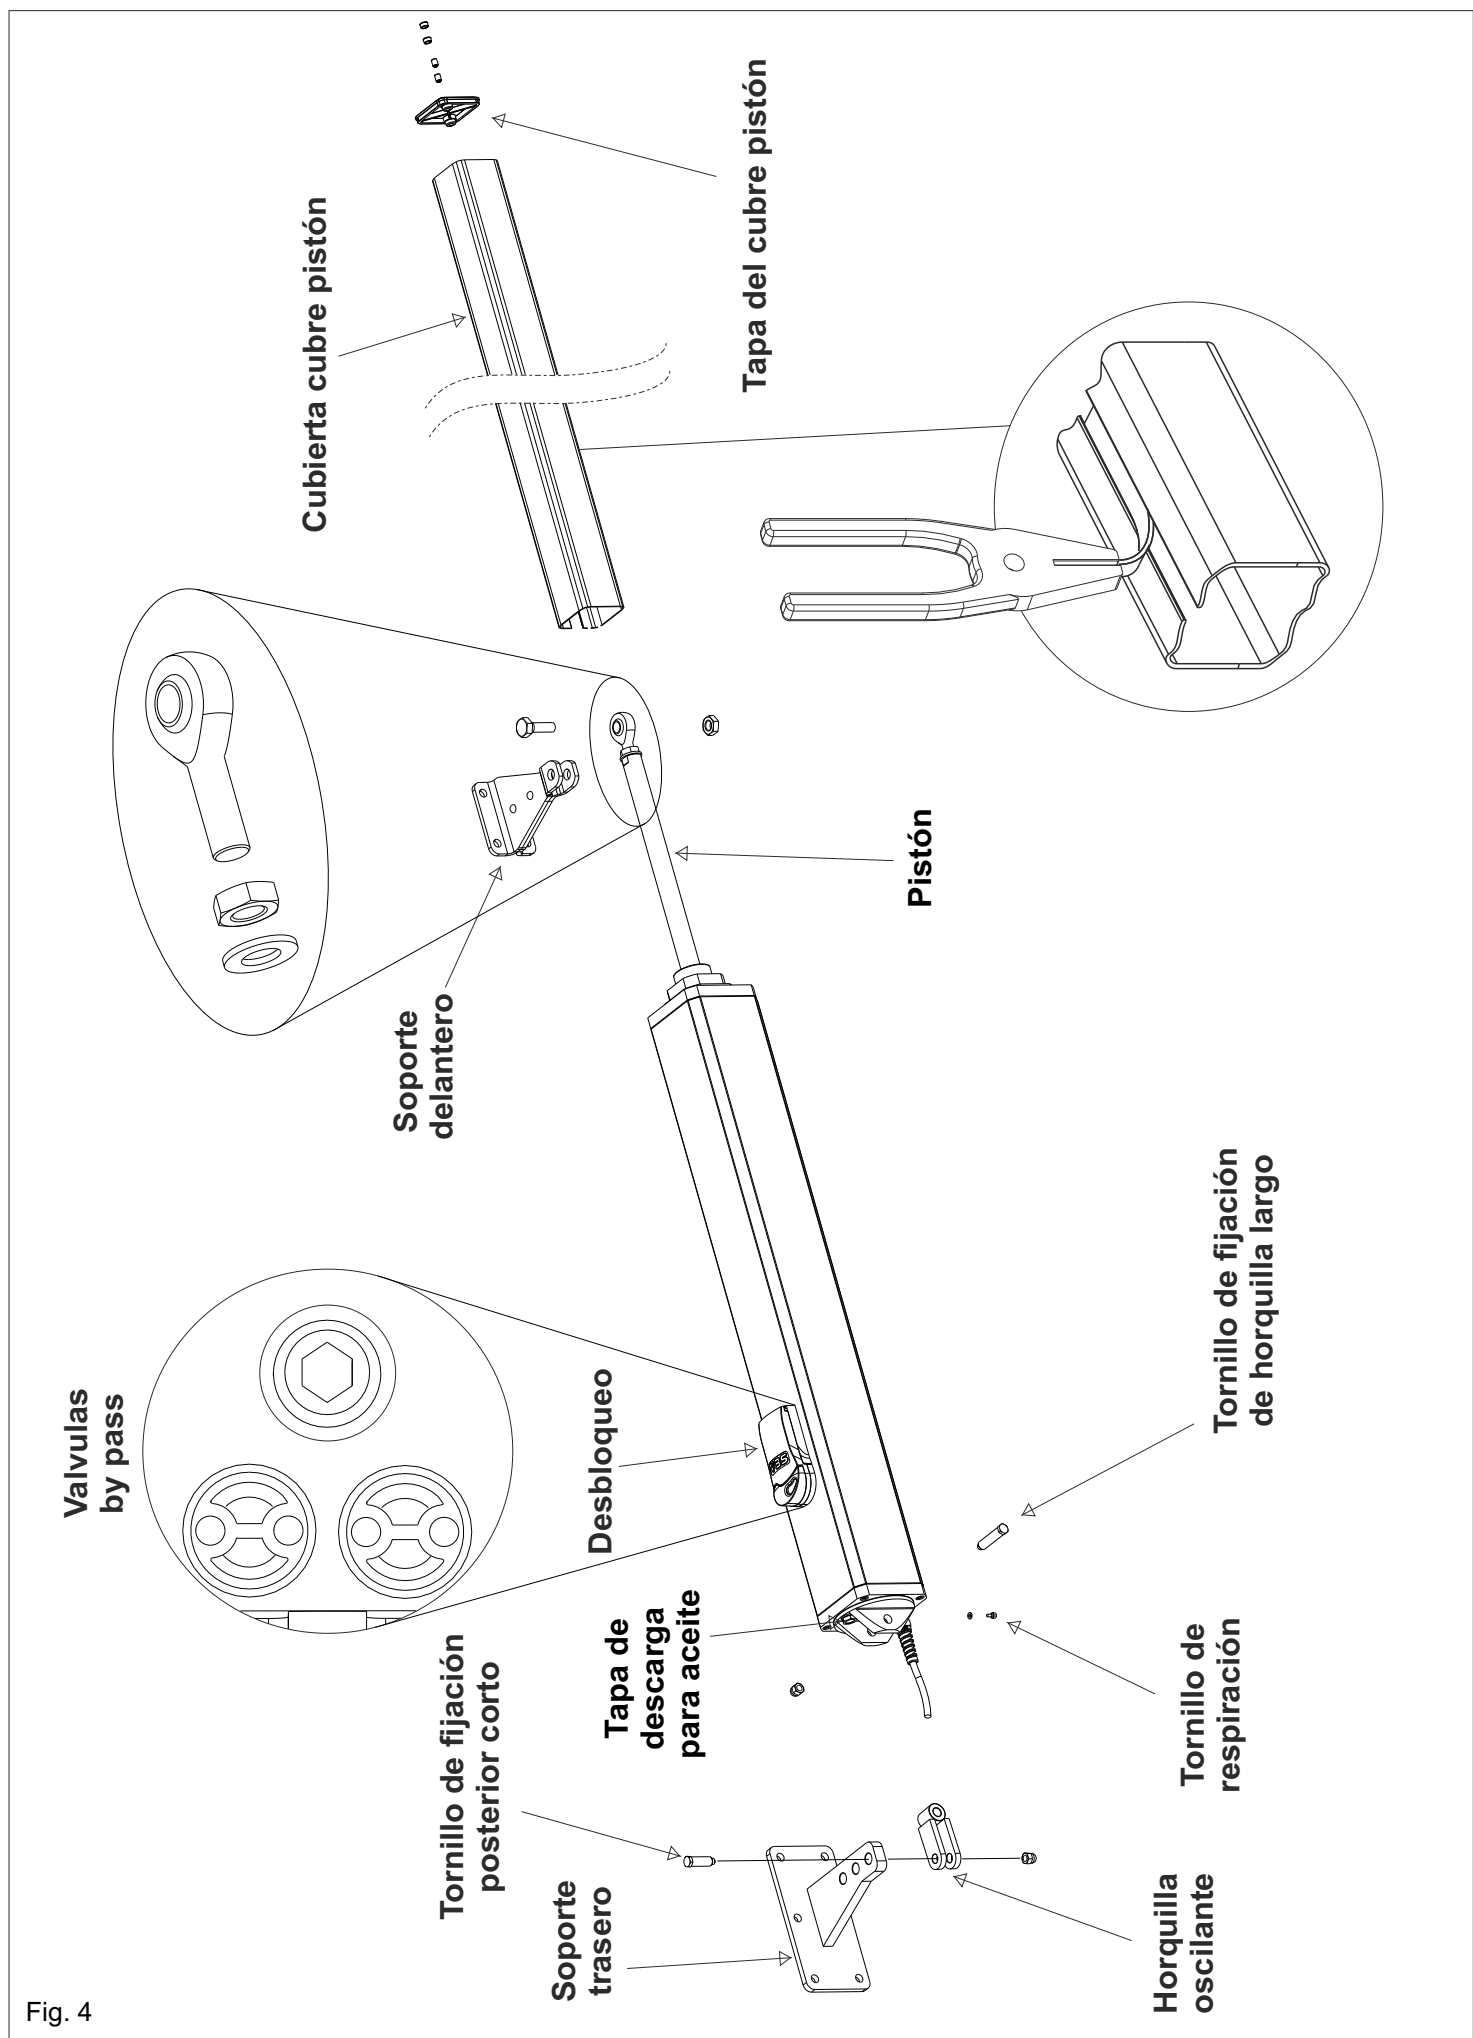

Fig. 4
- Abrir con cuidado el embalaje, prestando atención de no perder los componentes indicados en la Fig. 4